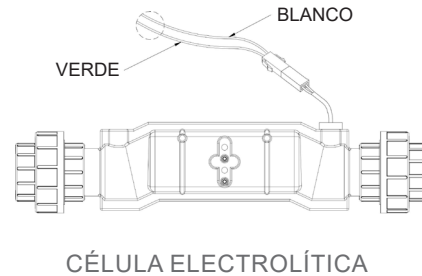

Figura 19
**Sensor de caudal:** Identifique los cables verde y blanco en su módulo de potencia. Utilice el conector de enganche rápido y conéctelo al terminal del sensor de caudal, verificando si la conexión está firme de modo a garantizar el perfecto contacto entre los terminales (figura 19).